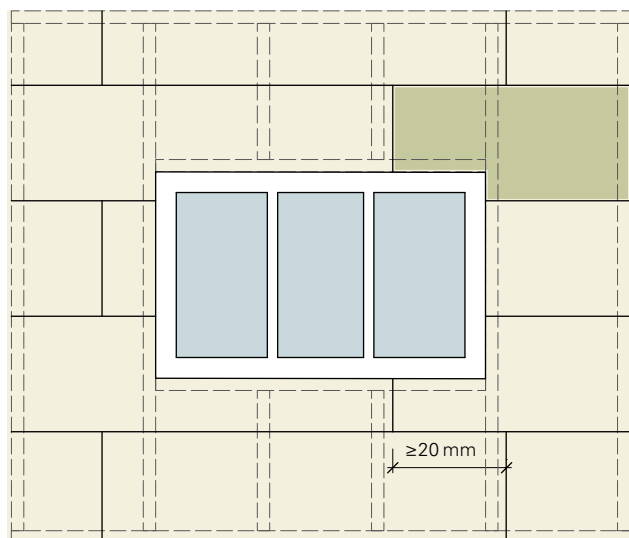

Abbildung 4: Platteneinteilung
- Fliegende Plattenstösse sind bei einem Versatz von $\geq 200 \text{ mm}$ möglich, Kreuzfugen sind nicht zulässig (Abb. 4).
Die Dämmplatten sind im Versatz anzuordnen. Kreuzfugen sind nicht zulässig. Plattenfugen sind in ausreichendem Versatz ($\geq 200 \text{ mm}$) anzuordnen (Abb. 4).
Stiefelschnitte sind bei der Eckausbildung, im Sturzbereich von Türen und Fenstern, mit oder ohne Storenkasten, sowie im Fensterbank- und Schwellenbereich anzuwenden (Abb. 4).